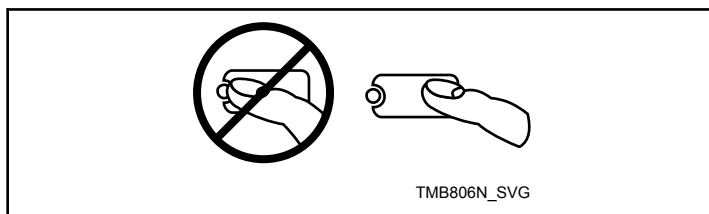

Figura 30
**NOTA:** Não carregue directamente nas luzes ou no centro da tecla. Para fazer uma selecção adequada, carregue levemente na tecla à direita do centro. Consulte a *Figura 30*.